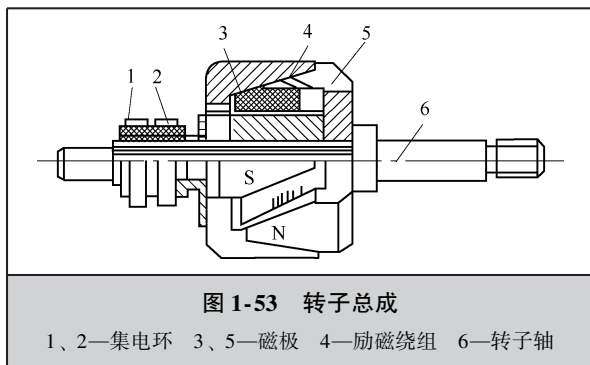

图 1-53 转子总成
1) 发电机部分主要由转子总成(磁极)和定子总成(电枢)两部分组成。转子总成由两组磁极和励磁绕组、集电环和转子轴等组成,如图1-53所示。磁极做成爪形,故也称爪极。磁极爪齿相嵌,并固定在转子轴上。转子轴上套有励磁绕组,通电后,即形成磁场,并使磁场强化。集电环固定在转子轴上,但与轴绝缘。励磁绕组的两端分别接于集电环上,以引入励磁电流。